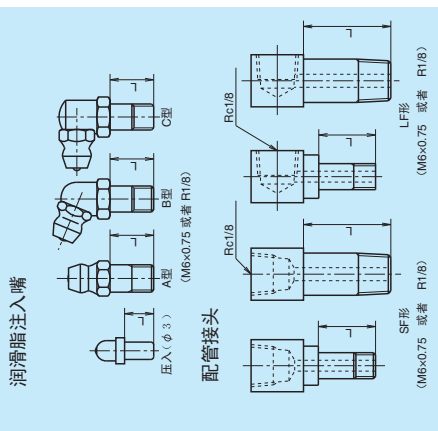

图 7 润滑脂注入嘴和专用配管接头
润滑剂注脂口和专用配管接头如图 7、表 10 所示。NSK 根据双密封、护板、NSK K1 等及防尘零件，备有颈长 (L) 不同的润滑零件，将满足用户要求的防尘型号的润滑用零件组装、交货。